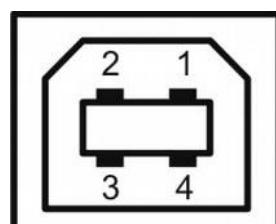

Рисунок 2 – Расположение контактов вилки интерфейса USB
1.4.2.1 Вилка интерфейса USB-B предназначена для подключения кабеля соединения с компьютером (Рисунок 2, Таблица 1).